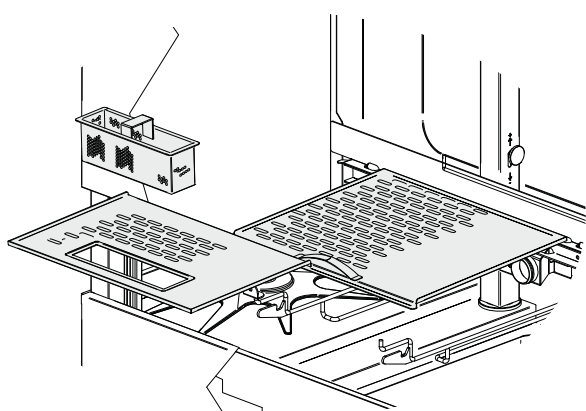

рис. 8
- После слива воды из бака извлеките фильтры и насосы (см. рис. 8 - 9). Соблюдайте осторожность, чтобы осадок не попал в баки. Почистите фильтры жесткой щеткой под струей воды под давлением.